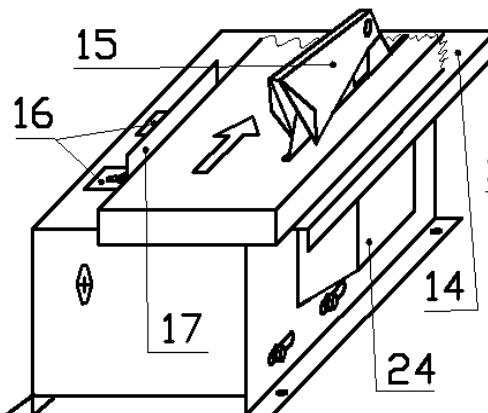

Рис. 8
- Снять с пильного стола (14) стойку с козырьком (15). Установить и закрепить фрезу (25), регулируя ее положение шайбами и втулками;
- Установить защиту пилы (24) и пильный стол (14), закрепить их винтами;
- Установить на пильный стол (14) регулировочные уголки (16) и линейку (17), и производить обработку, прижимая деталь к столу вдоль уголка.
- Установить фрезу (25), регулируя ее положение шайбами и втулками под фрезой или столом (14), и надежно закрепить ее;
- Установить регулировочные уголки (16) на нужные размеры;
- Производить фрезерование, подавая материал с задней части станка, вдоль уголков (16) и направляющей линейки (17).
4.7. Шлифование дисковое. (Рис.8)
- Установить пильный стол (14);
- Установить пильный стол (14) на станок прорезью на пильный диск (28) и закрепить его. При необходимости отрегулировать положение разделительного ножа с козырьком (15) точно сзади в плоскости пильного диска перемещением по столу, или меняя шайбы пилы местами (шайбы разной толщины – 3 мм и 4 мм);
- Установить защиту пилы (24) на корпус станка;